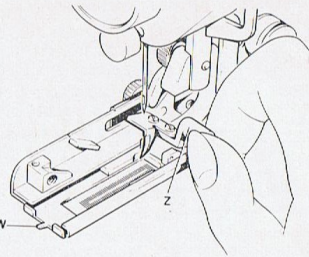

Abb. 71
- f) Der Klingenhalter « Z » (Abb. 71) wird herumgeschwenkt und leicht angedrückt, sodass die Spitze der Klinge in das Nähgut eindringt.
Die Maschine wird, wie schon weiter oben beschrieben, vorbereitet. Man verfährt entsprechend den Anweisungen unter Punkt a), legt dann die Gimpe um die Zunge «W» (Abb. 71), die sich am Vorderende der Sohle des Nähfusses befindet, führt die beiden Enden parallel zueinander unter der Sohle des Nähfusses durch nach hinten und zieht sie schliesslich von unten nach oben in die beiden am rückwärtigen Ende des Nähfusses befindlichen Klemmspalten ein, die sie festhalten.